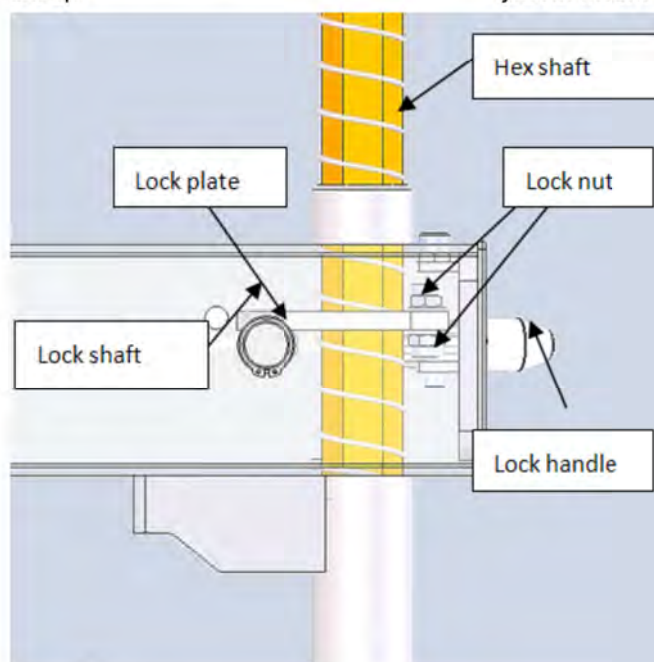

Рис. 8-3
8.3.1 Регулировка шестигранной стопорной пластины и зазора замка. Когда ручка блокировки шестигранного вала опускается вниз, шестигранный вал поднимается под действием пружины. Когда ручка замка поворачивается по часовой стрелке на 100 градусов, фиксирующий вал, соединенный с ручкой, поднимает фиксирующую пластину, чтобы зафиксировать шестигранный вал, в то же время головка инструмента смещается вверх и вправо примерно на 2 мм, образуя зазор до обода, если он не зафиксирован прочно или зазор неправильный, вы можете отрегулировать с помощью регулировочной гайки (рис. 8-3):